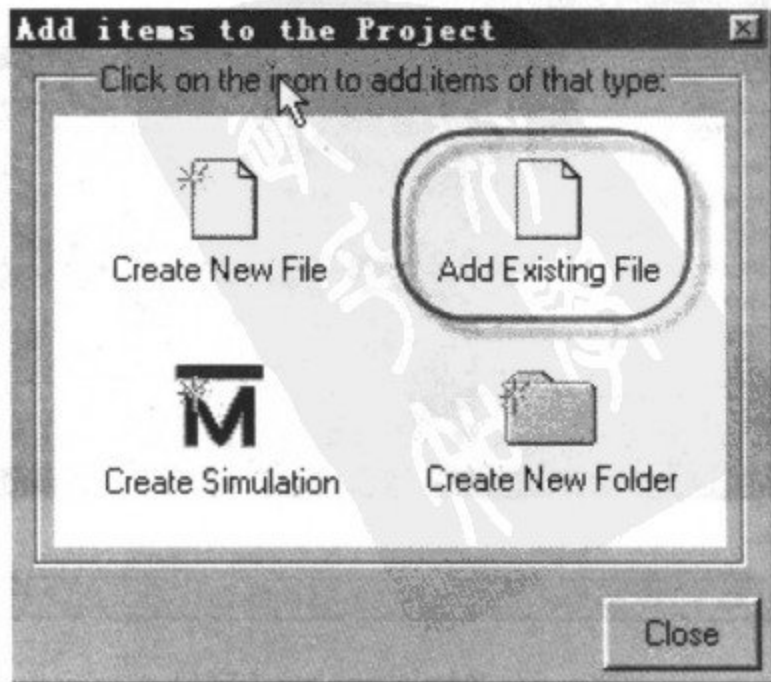

图 3-66 添加操作项目对话框
(3)在出现如图 3-66 所示的添加操作项目对话框中,单击 Add Existing File, 如图